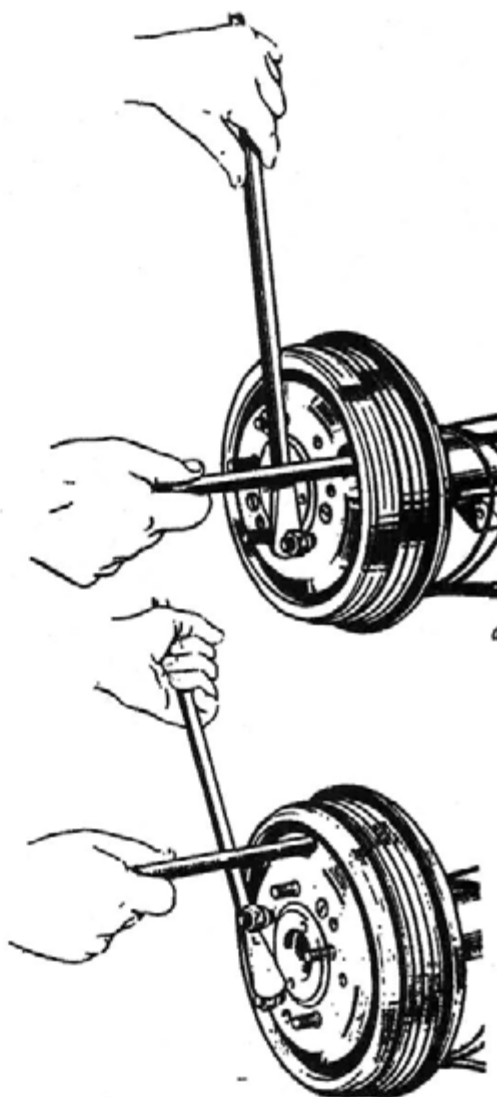

Рис. 247. Сдвигание колодок к оси тормоза для снятия барабана при значительном его износе с образованием буртика:
2. Каким-либо воротком (например монтажной лопаткой), опираясь на шпильки колеса, поверните тормозной барабан в сторону колесного цилиндра (рис. 247) так, чтобы переместилась колодка, сдвинув при этом кольцо автоматической регулировки зазора в рабочем цилиндре.